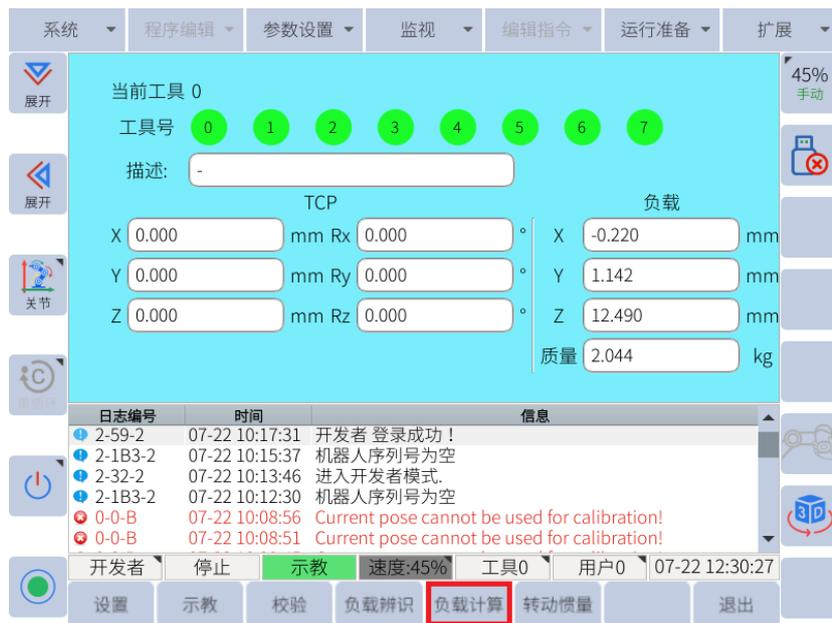

图 6-31: 底部菜单栏中的“负载计算”
b. 点击底部菜单栏中的**负载计算**，进入负载计算界面，如图6-31所示：